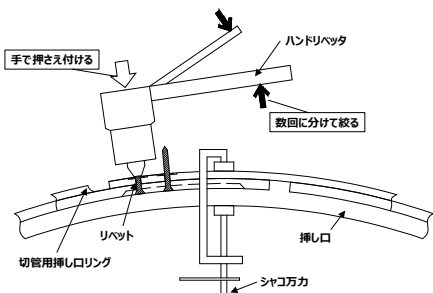

図55 リベットの取り付け方法
- (7) リベットを穴に入れた後、シャコ万力で固定した状態で、ハンドリベッタを使って、リベット止めを行う。この時、リベットをハンドリベッタで押さえつけながらレバーを一度で絞らずに、数回に分けて絞る。(図55参照)。